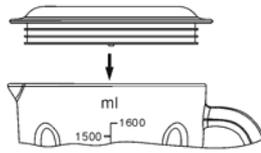

Fig. 2
- Legen Sie die Abdeckung auf das Glas und vergewissern Sie sich, dass sie die Ausgusstülle abdeckt (siehe Fig.2).